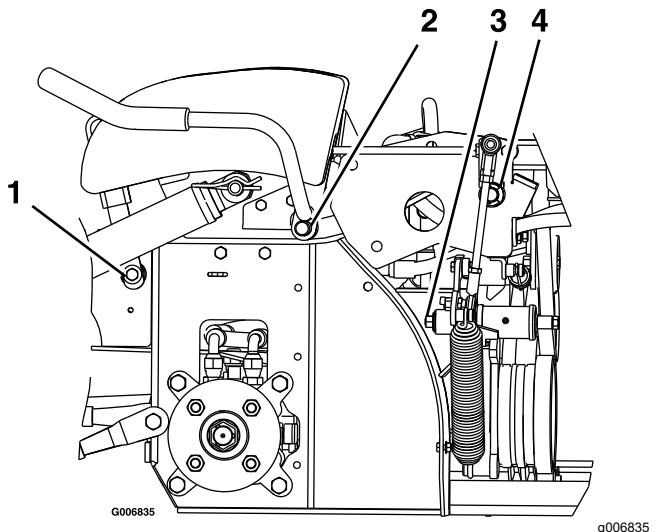

Figure 31
3. Graissez les bagues en bronze du pivot du levier de frein avec un lubrifiant à pulvériser ou une huile légère (Figure 31).